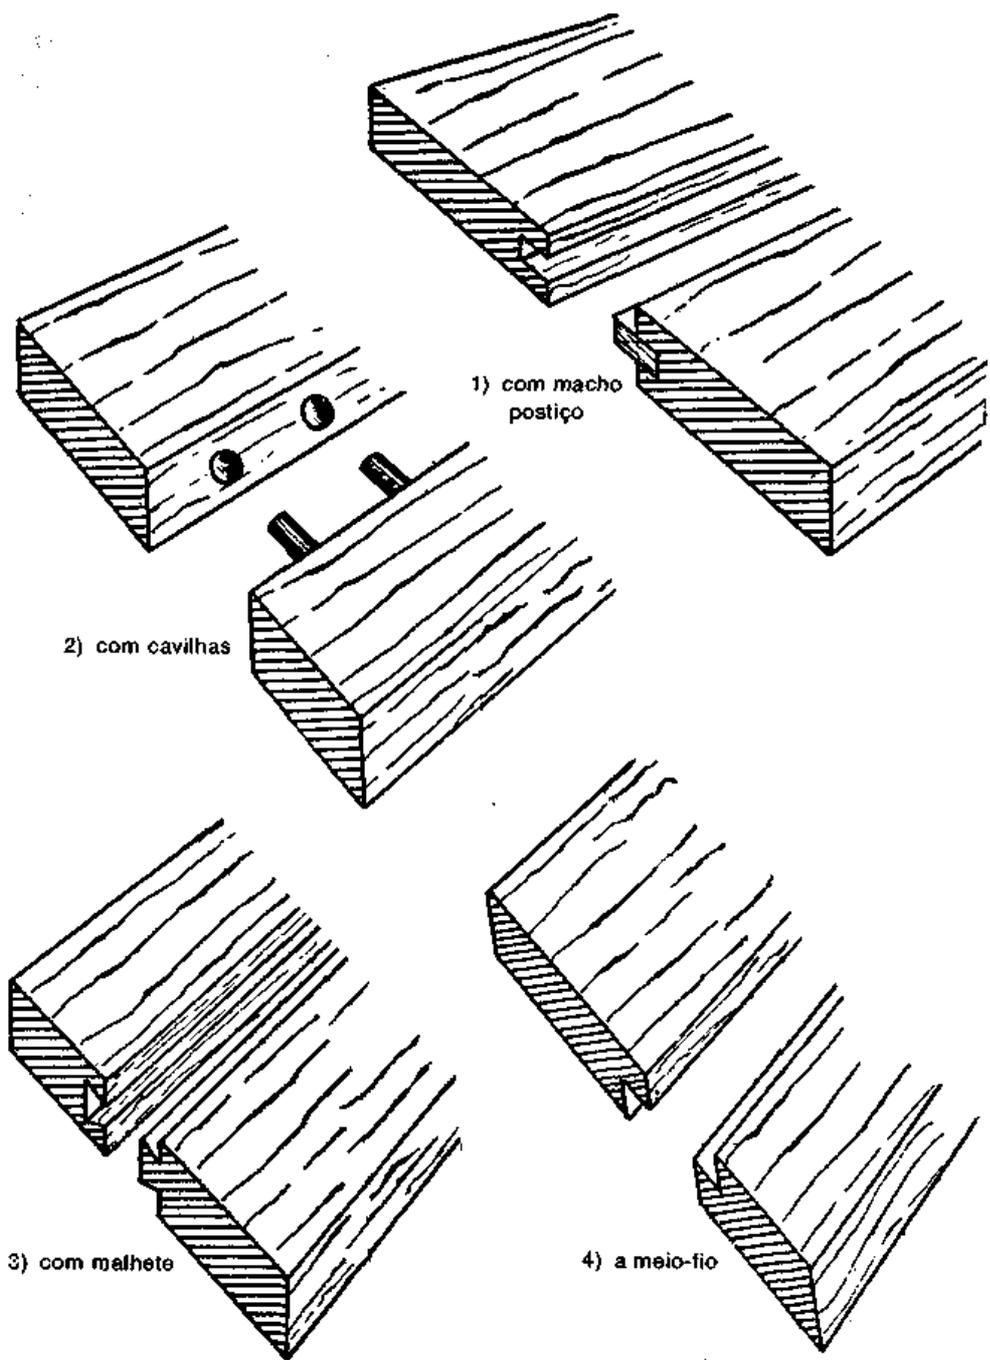

Fig. 186 — Junções.
*Junta com malhete e ganzepe.* — Ganzepe é o macho de um malhete comprido (Fig. 186, 3). Esta junta é muito importante, mas só pode ser feita com rapidez e perfeição, em máquina na qual se possa colocar uma fresa cônica.